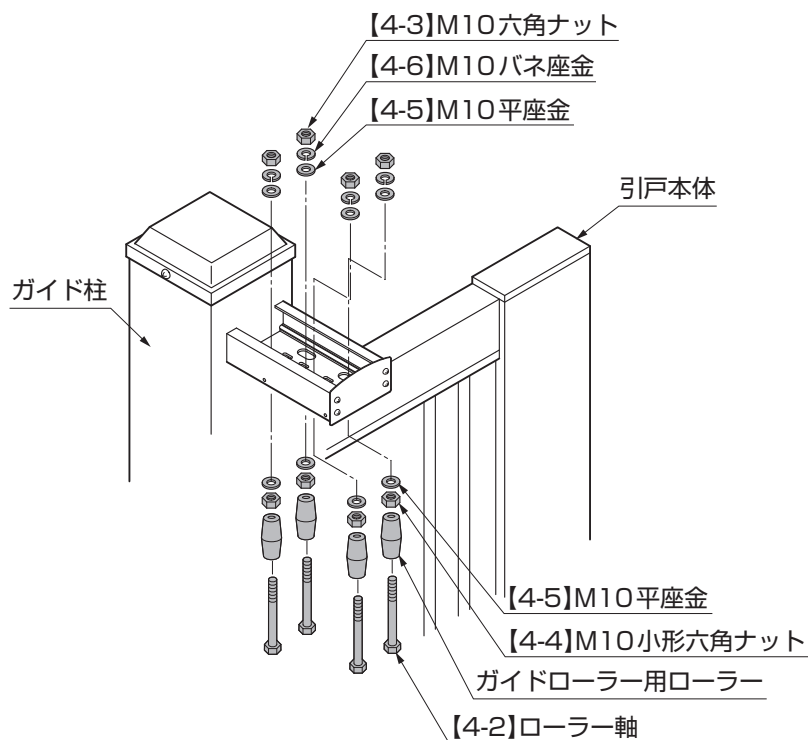

図4-2
①ガイド柱の埋込み位置、水平、垂直を確認し、固定してください。(図4-2参照)
●ローラー類を仮組みし、引戸本体をレールに乗せ、本体の倒れ等を調整した後に本締めをしてください。(図4-2参照)